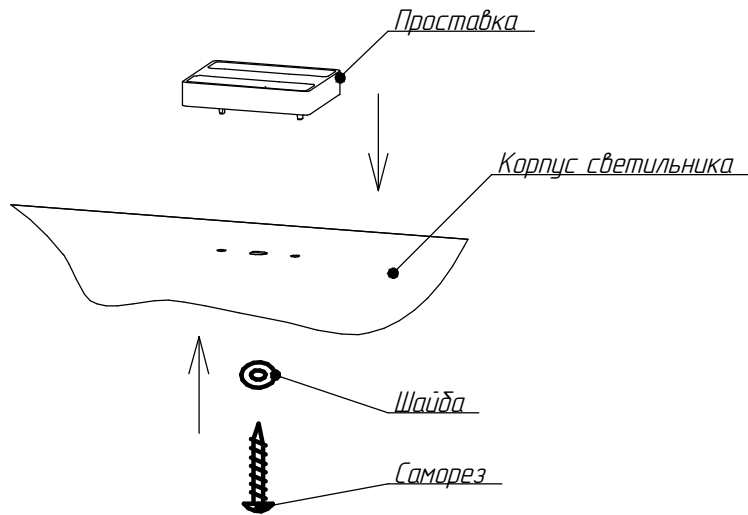

Рисунок 2 - Схема установки проставки пластиковой
5.5 Установите проставки пластиковые поз.4 в отверстия возле крепежных мест (рис. 2).